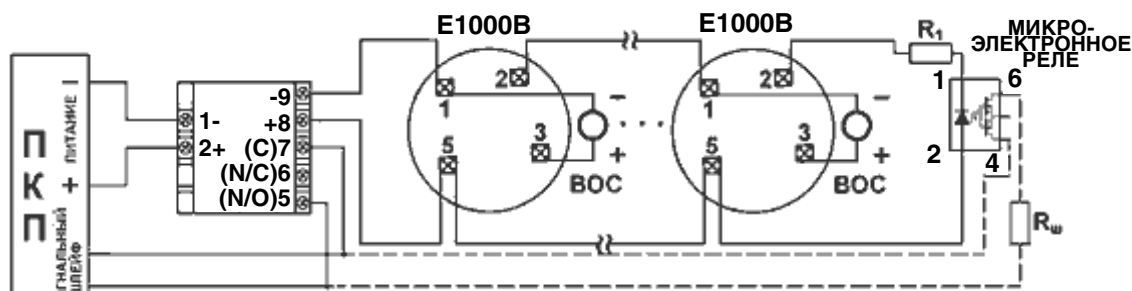

Рис. 1. Схема подключения УС к ПКП и к базам E1000B с извещателями серии ЕСО1000.
Устройства согласования M424RL, M412RL и M412NL предназначены для подключения пожарных извещателей серий 100/400 и ECO1000 производства System Sensor к ПКП с 4-х проводной схемой включения. УС обеспечивает питание подключенных пожарных извещателей и контроль их тока потребления. Переход одного или нескольких извещателей в режим «Пожар» сопровождается увеличением тока потребления, что вызывает переключение контактов реле УС и включение красного светодиода, расположенного на передней панели. Сброс режима «Пожар» УС M424RL, M412RL производится отключением от шлейфа активизированного пожарного извещателя, либо снятием напряжения питания с УС. Устройство M412NL в режиме «Пожар» примерно через пять секунд отключает питание извещателей на 1,5 сек. Данная функция обеспечивает автоматический выход из режима «Пожар» после устранения причины, вызвавшей активизацию извещателя. УС снабжены приспособлениями, позволяющими легко устанавливать их на различные поверхности. Максимально допустимый ток шлейфа УС в дежурном режиме - 6 мА - позволяет подключить до 20 извещателей серии ECO1000 или до 40 извещателей 1151E, 2151E и 5451E. (Извещатель 5451E имеет рабочее напряжение питания от 15 до 35 В и может подключаться только к УС типа M424RL). Для обеспечения контроля исправности двухпроводного шлейфа в качестве его оконечного элемента рекомендуется использовать микроэлектронное реле, например, типа PVT312 (International Rectifier) или 5П14Б с токоограничивающим резистором  $R_1$  6,8 кОм  $\pm 5\%$  для M412RL и M412NL и 15 кОм  $\pm 5\%$  для M424RL (рис. 1, 2). При обрыве шлейфа и при отсутствии питания микроэлектронное реле отключает оконечный элемент Rш сигнального шлейфа и на ПКП поступает сигнал «Неисправность». Изделие собрано на печатной плате, установленной в пластмассовый корпус, с двух сторон которого расположены винтовые контакты с универсальными шлицами для подключения проводников. Металлическая монтажная пластина с крепежными отверстиями закрывается декоративной крышкой.
1. Подключите УС к базам извещателей (рис. 1, 2).